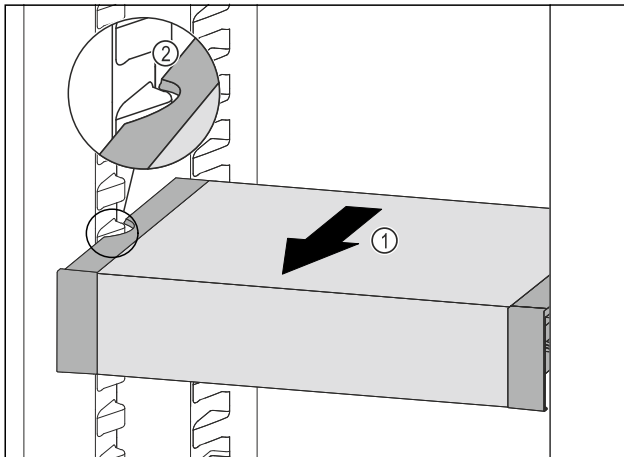

Fig. 110
- ▶ VarioSafe naar voren trekken Fig. 110 (1), tot de uitsparingen aan de zijkant van de VarioSafe zich ter hoogte van de rib in het koelgedeelte bevinden. Fig. 110 (2)